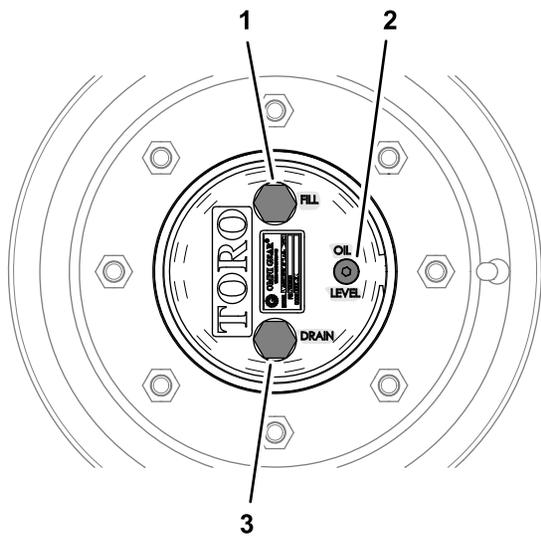

Figure 83
1. Amenez la machine sur une surface plane et horizontale, tournez une roue de sorte que le bouchon de remplissage soit en haut, à la position 12 heures, et le bouchon de vidange soit en bas, à la position 6 heures (Figure 83).
1. Amenez la machine sur une surface plane et horizontale, tournez une roue de sorte que le bouchon de remplissage soit en haut, à la position 12 heures, et le bouchon de vidange soit en bas, à la position 6 heures ; voir Figure 83 sous Contrôle du niveau de lubrifiant du train planétaire (page 68).